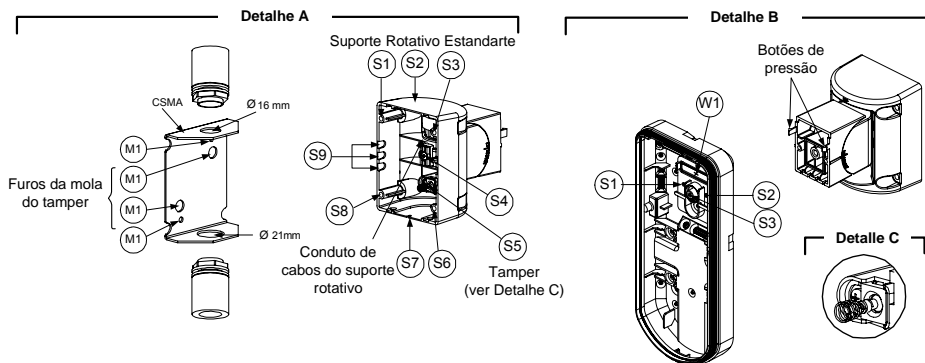

Figura 7
3. Abra os furos pré-marcados na base externa (Figura 7, Detalhe B)
4. No acessório do suporte rotativo remova o furo pré-marcado da fiação do cabo do suporte rotativo requerido S2, S7 ou S9 (Figura 7, Detalhe A).
5. Remova o tamper posterior da base interna (Ver "Trocando a Posição do Tamper Posterior") e conecte-o ao S5 (Figura 7, Detalhe A) no Suporte Rotativo Estandarte.
- a. Insira a fiação do cabo externo através dos furos pré-marcados S2, S7 ou S9 e tire-os (incluindo os cabos do tamper) através do Conduto dos Cabos do Suporte Rotativo (Figura 7, Detalhe B).
Montagem do Conduto do Suporte Rotativo (usando Adaptador do Conduto de Metal do Suporte Rotativo – CMSA, Figura 7, Detalhe A)
- d. Insira os cabos externos e os cabos do tamper desde o conduto através do Conduto de Cabos do Suporte Rotativo do suporte rotativo (Figura 7, Detalhe A).
A mola do tamper S5 (figura 7) deve fazer contato com a parede através dos furos das molas do tamper M2 ou M3 no CMSA. Certifique-se de escutar o "Clique" do tamper ao ser conectado à parede.
7. Insira os cabos do tamper e a fiação do cabo externo do Suporte Rotativo Estandarte através do furo pré-marcado W1 na base externa (Figura 7, Detalhe B).